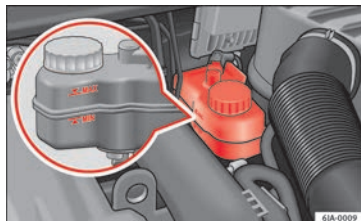

Fig. 209 Vano motor: depósito del líquido de frenos.
- Verifique el nivel de líquido de frenos en el depósito » fig. 209. El nivel debe encontrarse entre las marcas “MIN” y “MAX”.